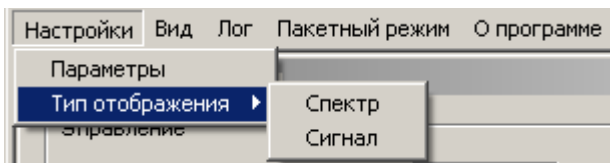

Рисунок 5. Подменю «Тип отображения»
5.2.1.2 Подменю «Тип отображения» (см. рисунок 5) служит для выбора способа представления измеряемого сигнала – в частотной («Спектр») или временной («Сигнал») области.